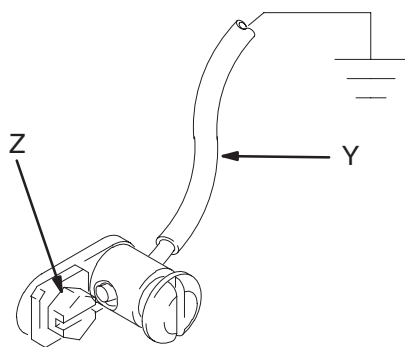

Fig. 1
1. *King-pumpar:* har jordledning med klämma. Se Fig. 1. Skruva bort jordskruven (Z) och trä in den genom ögla i änden på jordledningen (Y). Skruva tillbaka jordskruven på pumpen och dra åt ordentligt. Anslut andra änden på ledningen till en god jordpunkt. Beställ jordledning och klämma, artikelnr. 222011.